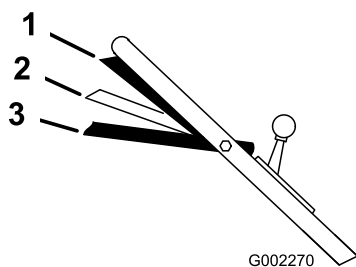

Figura 13
- Apriete la barra de control contra el manillar hasta la posición Marcha/avance (Figura 13).